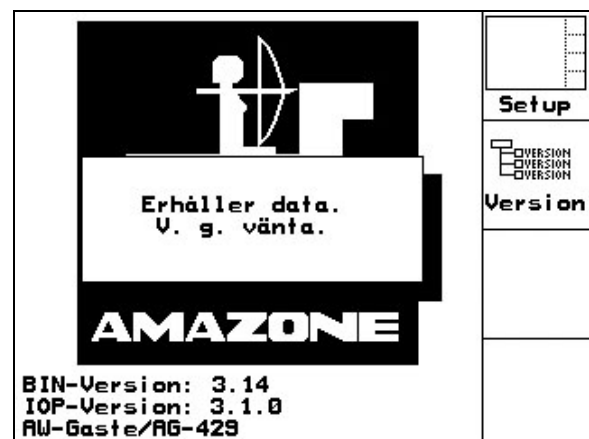

Fig. 12
- Om redskapsdatorn är ansluten visas startmenyn (Fig. 12) med terminal-version. Efter ca. 2 sekunder växlar **AMATRON+** automatiskt till huvudmenyn.